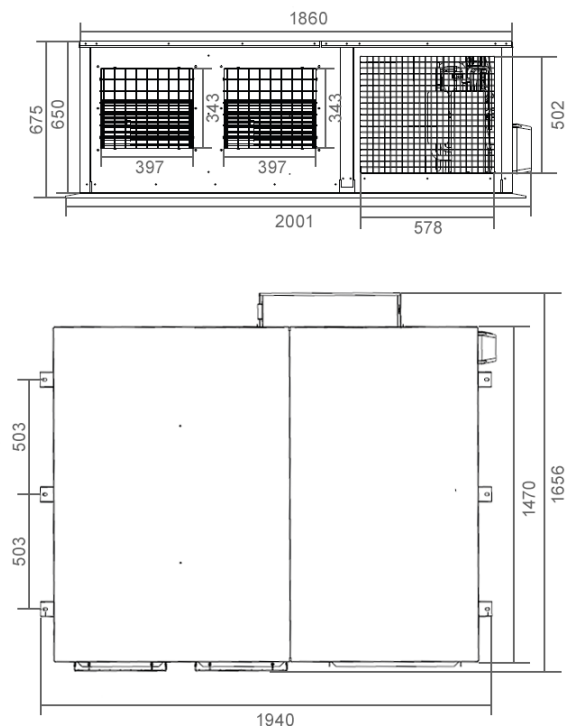

Fig. 3-2 Dimension de l'unité de climatisation
- 2) La Fig. 3-2 s'applique aux modèles GIA-CEN-22KOMP